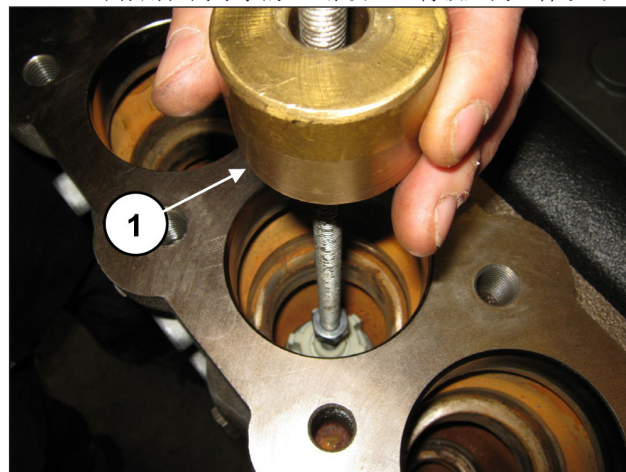

图 107
可将锤头式提取器(代码为 27516400)作用在阀导承的M10孔上(位置①，图 107)，或用一个M10-M16适配器(代码 25089700)作用在阀导承的M16螺纹上，将吸入阀组件取出。